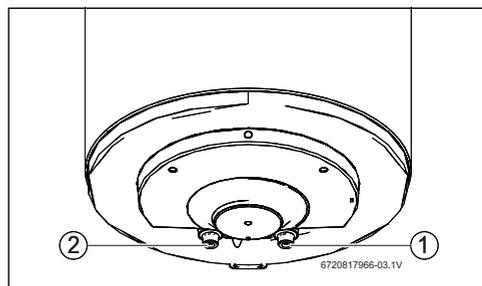

Fig. 9
- ▶ Marquer les conduites d'eau froide et d'eau chaude de manière conforme pour éviter de les intervertir (fig. 9).